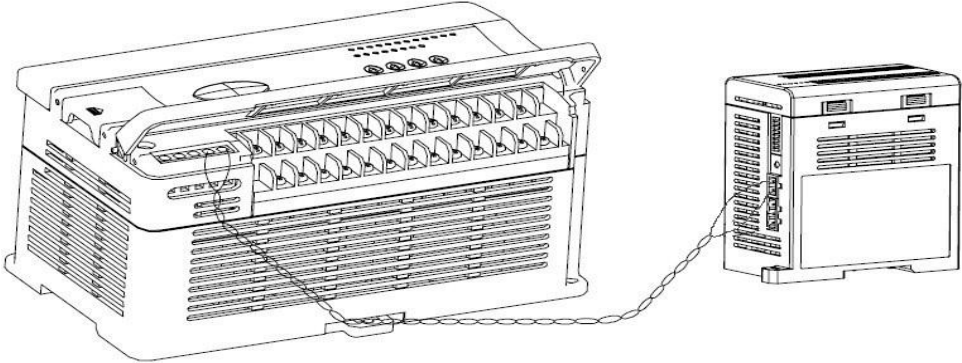

图2-6 连接通讯线
- 1. 和MEGMEET的PLC主模块组网。用户需使用自备的双绞线连接MTC的RS485 通讯端子（见图1-1）和主模块的RS485 通讯端子（参见相关主模块的用户手册）。如图2-6所示：